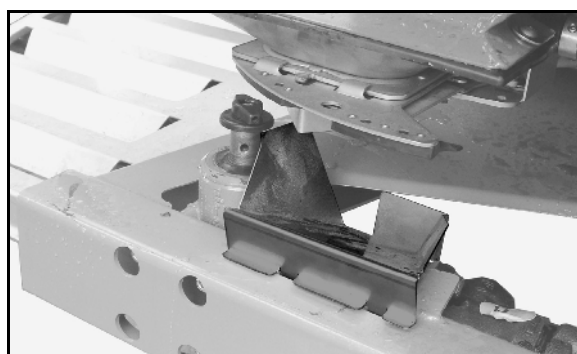

Рис. 53
5. Вставьте воронку для удобрения в раму под левое выпускное отверстие (Рис. 53).